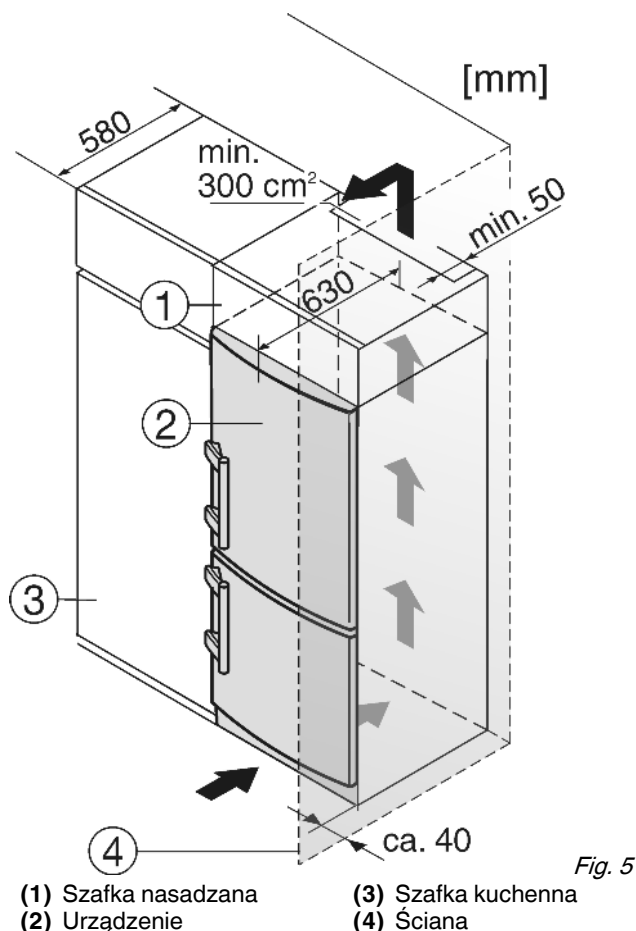

Fig. 5
Urządzenie może zostać obudowane szafkami kuchennymi. Aby dopasować urządzenie Fig. 5 (2) do wysokości ciągu szafek kuchennych, można nad urządzeniem umieścić odpowiednią szafkę nasadzaną Fig. 5 (1).
W przypadku obudowania standardowymi szafkami kuchennymi (głębokość maks. 580 mm) urządzenie można ustawić bezpośrednio obok szafki kuchennej Fig. 5 (3). Drzwi urządzenia wystają z boku o 34 mm i na środku urządzenia o 50 mm w stosunku do frontu szafek kuchennych. Dzięki temu można je bez problemu otwierać i zamykać.
Jeżeli urządzenie będzie ustawiane z zawiasami do ściany Fig. 5 (4), to pomiędzy urządzeniem i ścianą należy zachować minimalny odstęp, wynoszący 40 mm. Na taką odległość wystaje klamka przy otwartych drzwiach.